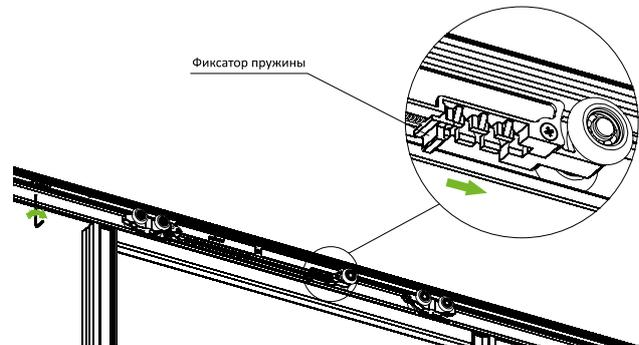

Рис.4
**4** Отрегулируйте положение ответной планки и закрепите ее с помощью шестигранного ключа. Скорость срабатывания доводчика можно изменить, переставляя фиксатор пружины (рис. 4).